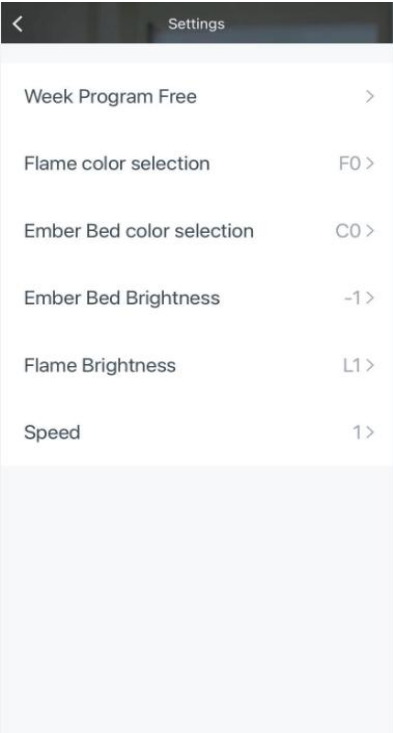

figura 9
4. Premere il pulsante di impostazione per accedere alle opzioni “Programma settimanale libero”, “Selezione colore fiamma”, “Selezione colore letto braci”, “Luminosità letto braci”, “Luminosità fiamma” e “Velocità”, come mostrato nella figura 9.